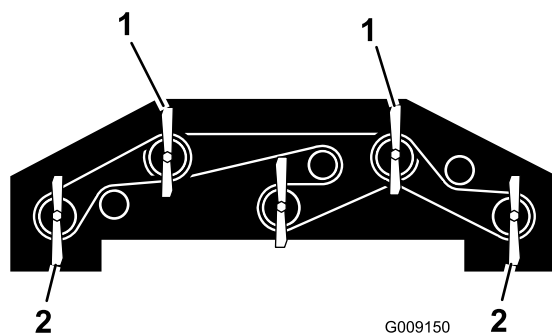

Рисунок 133
1. Поверните каждый нож так, чтобы он был направлен прямо вперед (Рисунок 133).